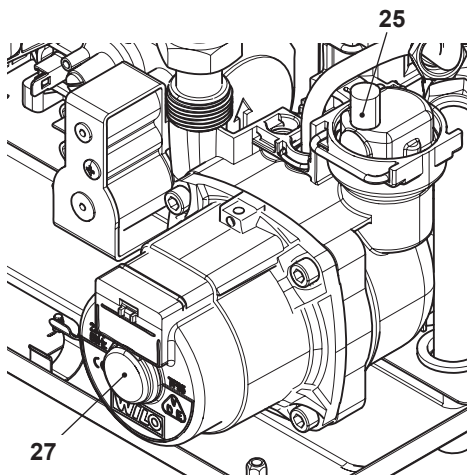

Figura 6.3
- Levante el tapón de la válvula de purga automática 25 en la Figura 6.3.
- Quite el tapón 27 en la Figura 6.3 y desbloquee la bomba girando el rodete con un destornillador.